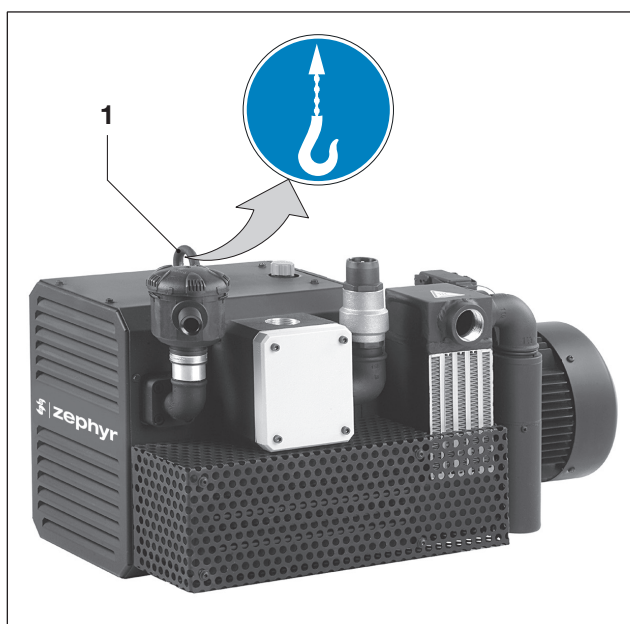

Fig. 1 Levantar e transportar
- a) Apertar firmemente o olhal (Fig. 1/1).